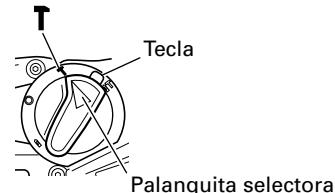

Fig. 12
Este martillo perforador podrá ajustarse al modo de percusión solamente presionando el pulsador y girando la palanca de cambio hasta la marca **T**. (Fig. 12)
- (3) Gire la palanca de cambio hasta la marca . (Fig. 12)